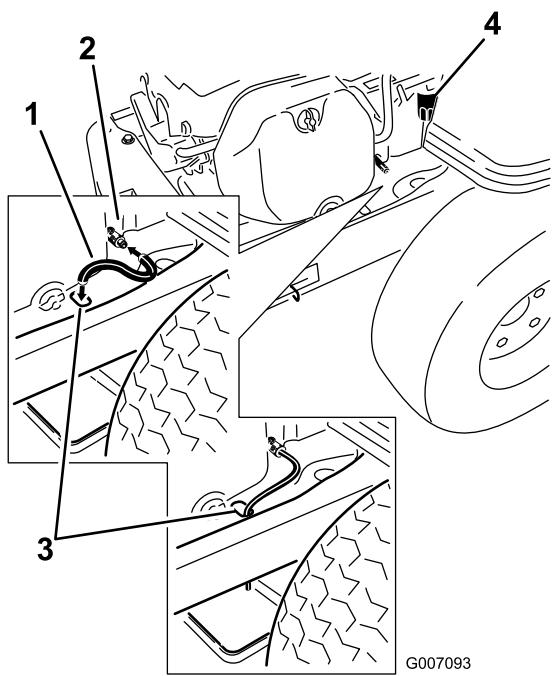

Figure 28
5. Nettoyez la surface autour du robinet de vidange sur le châssis de la machine. Trouvez le flexible de vidange d'huile et branchez-le au robinet de vidange (Figure 28).